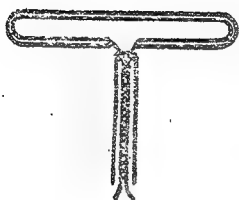
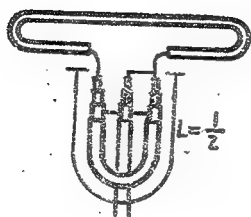

图4 折合振子与平行扁馈线连接
图5 折合振子与同轴电缆连接
(1) 天线与馈线匹配。如果天线是 300Ω 的平衡式折合振子天线，那可用 300Ω 的平行扁馈线直接连接，如图 4 所示。如果用 75Ω 不平衡式同轴电缆则应在天线与馈线连接处加一个用同轴电缆作成的 U 型管匹配环，如图 5 所示。该匹配环的作用是把同轴电缆的 75Ω 特性阻抗转换成平衡式 300Ω 特性阻抗，这样可与折合振子的阻抗相匹配。